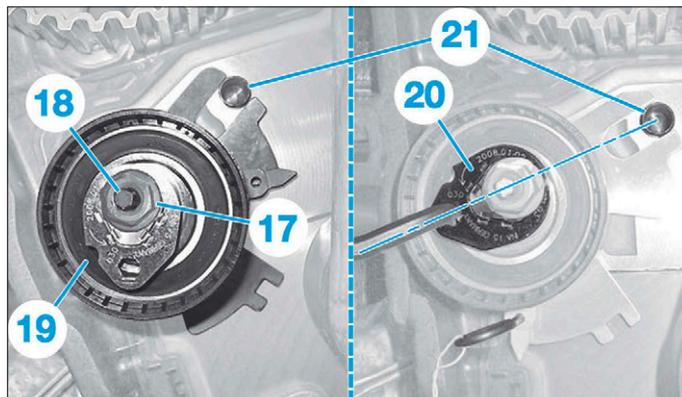

FIG. 11
- l'écrou (17) (Fig.11),
- le goujon (18),
- le galet tendeur (19)